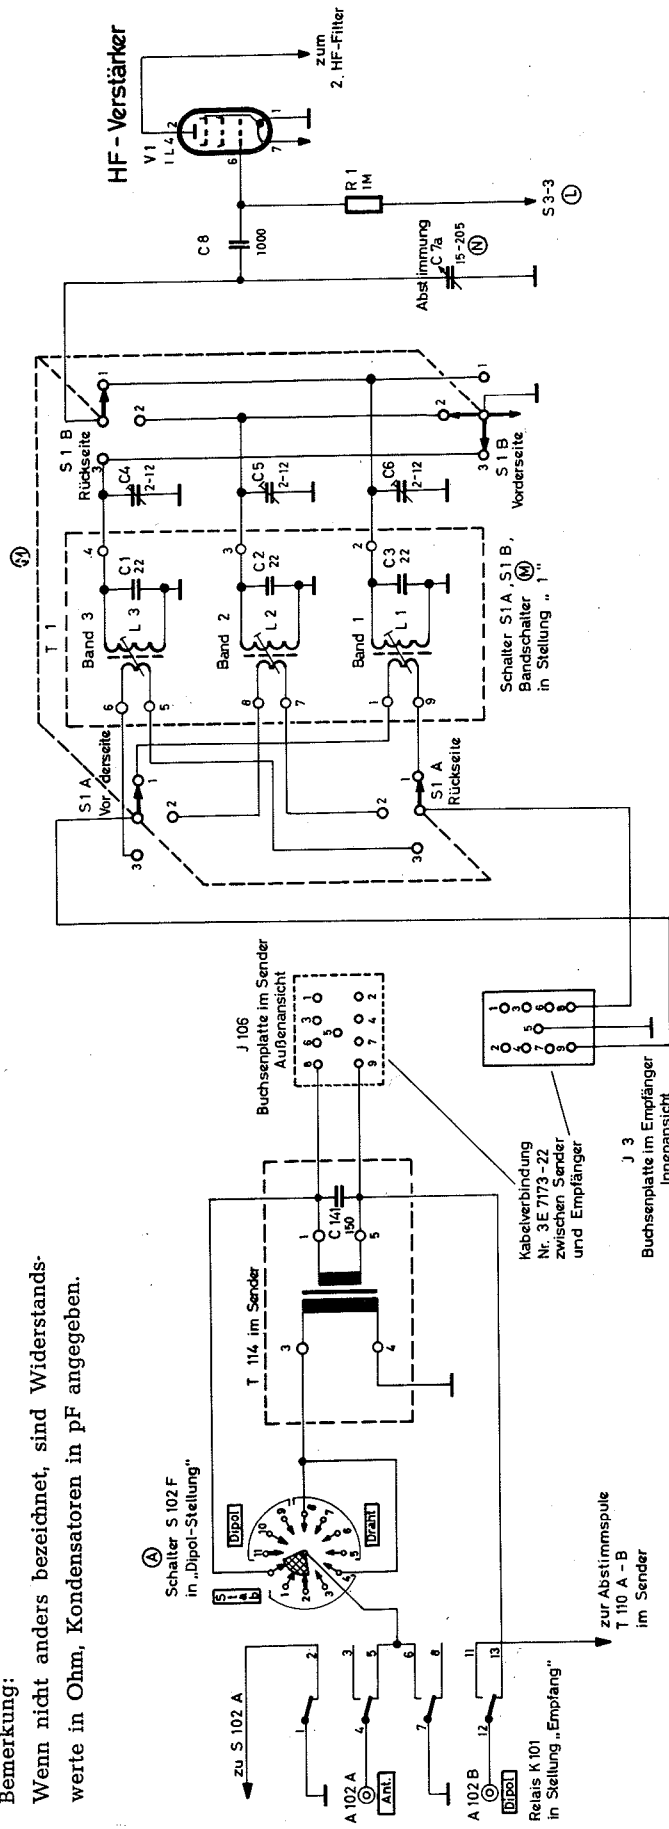

Bild 54 Antennen- und Abstimmkreise des Empfängers
c) Von T 114 wird das Signal durch Buchsenplatte J 106 (Sender) geleitet und mit der Buchsenleiste durch ein Kabel mit zwei Vatersteckern verbunden. Die Buchsenleiste J 3 (Empfänger) ist durch den Schalter M (S1A) an den Antennen-HF-Transformator T 1 angeschlossen, der drei abgestimmte Kreise enthält, um die Antenne in Resonanz zu bringen. Der Schalter S1A (M) ist ein dreistufiger Bandschalter auf der Frontplatte des Empfängers. Er führt das Signal dem abgestimmten Kreis des gewählten Bandes zu. Jeder Schalter ist in zwei Kontaktscheiben eingeteilt: der Teil, der dem Bedienungsknopf am nächsten liegt, wird als Vorderseite bezeichnet, der dahinterliegende, am weitesten vom Bedienungsknopf entfernte, als Rückseite (Bild 54).
d) Innerhalb des Transformators T 1 dient der Kondensator C 3 als kapazitive Abstimmung für das Band 1. C 3 ist ein Temperatur-Ausgleichskondensator (TK), der dem Antennen-Abstimmkondensator C 6 parallel geschaltet ist und dazu benutzt wird, die HF-Seite von Band 1 abzustimmen. Beide Kondensatoren bilden mit dem Abstimmungskondensator C 7 A (Drehkondensator N) eine gemeinsame Kapazität und dienen zur Empfängerabstimmung. Die Einstellung der niederen Frequenzen für Band 1 erfolgt durch den Eisenkern des Transformators. Über den Kondensator C 8 wird das Hochfrequenzsignal an das Gitter der Verstärkerröhre V 1 geführt. Der